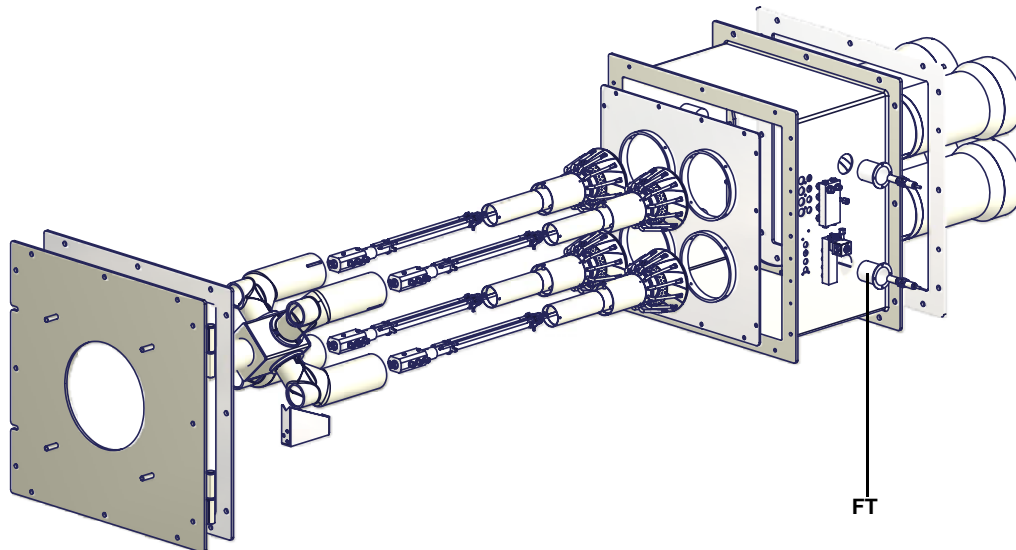
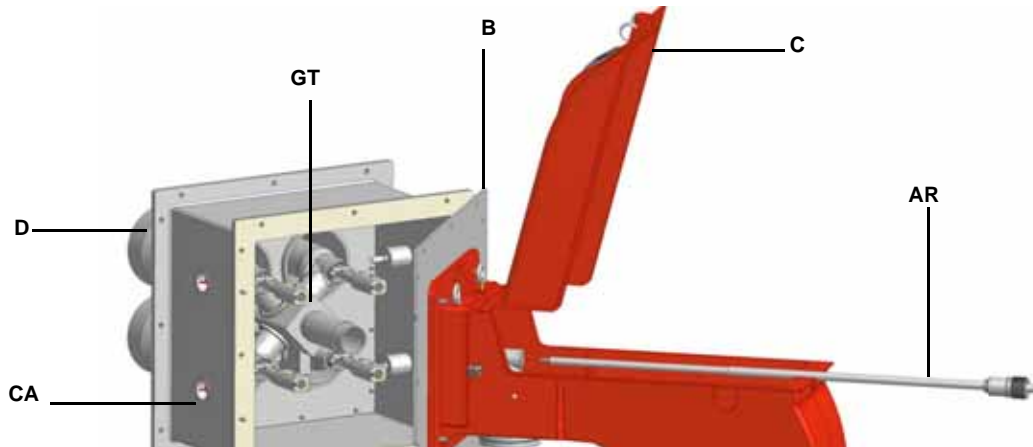

Рис. 31
Рис. 32
- Демонтаж, проверка и чистка головки сгорания (Рис. 31-Рис. 32).